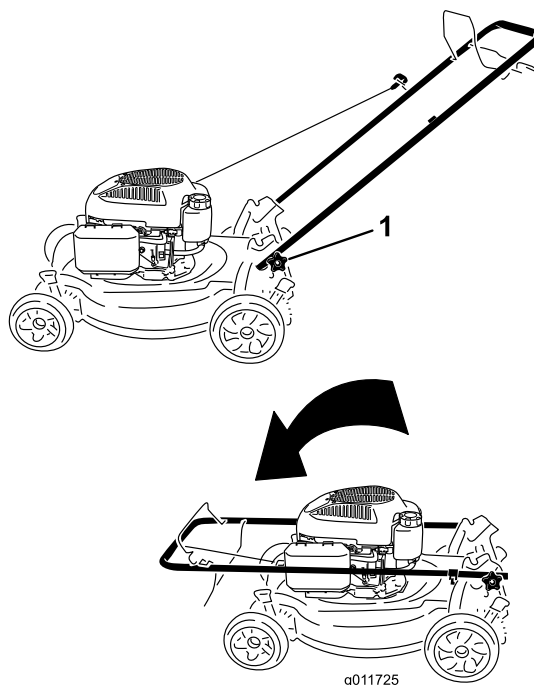

Figura 27
1. Afloje los pomos del manillar hasta que pueda mover el manillar libremente (Figura 27).
1. Pomo del manillar (2)
2. Mueva el manillar hacia adelante según se indica en Figura 27.